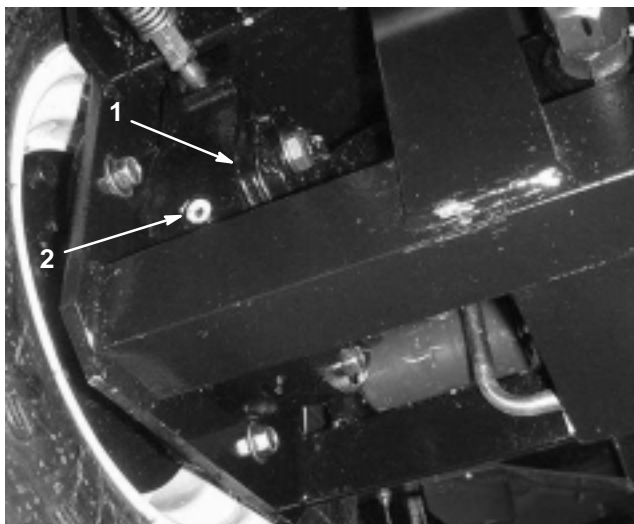

Figure 7
2. Enlevez le bouchon du train planétaire (Fig. 6) et le bouchon de contrôle à l'arrière du frein (Fig. 7). L'huile doit atteindre la base de l'orifice du bouchon de contrôle à l'arrière du frein.